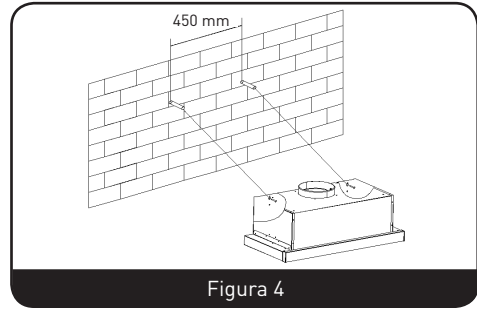

Figura 4
1. Taladre 2 orificios de  $\varnothing 8$  mm en un lugar adecuado, asegurándose de que estén centrados con respecto al orificio de evacuación de humos situado en la parte posterior de la campana extractora. (Dichos dos orificios deberán estar alineados entre sí en el plano horizontal) (Figura 4)